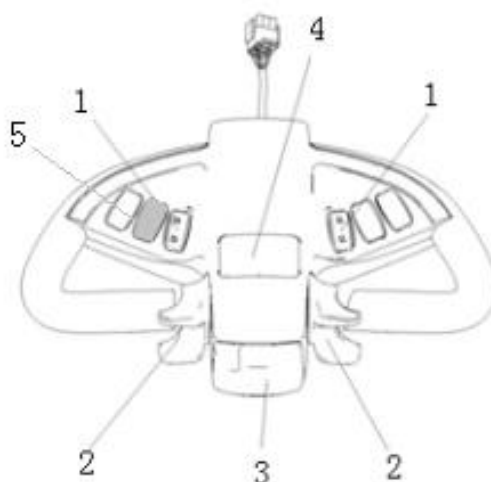

Рисунок 3.
- путем перевода переключателя направления хода (2 на рис.3) в среднее положение или его отпускания: штабелер начнет тормозить до полной остановки;
- кнопка аварийного реверса, находящаяся на уровне живота оператора (3 на рис.3) предотвращает зажатие оператора. Когда оператор приходит в контакт с кнопкой аварийного реверса, штабелер немедленно прекращает движение в заданном направлении и движется назад на некоторое расстояние, затем останавливается. Если рукоятка находится в зоне движения, и штабелер не движется, считайте, что в этой ситуации эта кнопка по-прежнему активна. Необходимо выполнить отключение и повторное включение устройства для перезапуска.
На индикаторе, расположенном на рукоятке управления, отображается уровень заряда АКБ (5 на рис.3). В случае если заряд АКБ слишком низкий, блокируется управление запуском двигателя гидронасоса подъема вилок, штабелер в таком случае может только передвигаться. Штабелер следует немедленно транспортировать в зону зарядки.
3. Медленно поверните переключатель направления хода (2 на рис.3) для начала движения штабелера и достижения желаемой скорости.
- отпустите переключатель направления хода (2 на рис.3) для его возврата в исходное положение, штабелер замедлит ход, дождитесь полной остановки. Пригоните изделие на специальное оборудованное место под стоянку;
Красная кнопка на конце рукоятки управления – это кнопка аварийного реверса (3 на рис.3). Когда оператор приходит в контакт с кнопкой аварийного реверса, штабелер немедленно прекращает движение в заданном направлении и движется назад на некоторое расстояние. Это защитный выключатель, предназначенный для предотвращения придавливания штабелером оператора, когда оператор сталкивается с препятствием.
Для безопасного движения штабелер оснащен звуковым сигналом. Чтобы привлечь внимание окружающих людей во время движения, нажмите кнопку звукового сигнала (4 на рис.3), и звуковой сигнал предупредит окружающих.